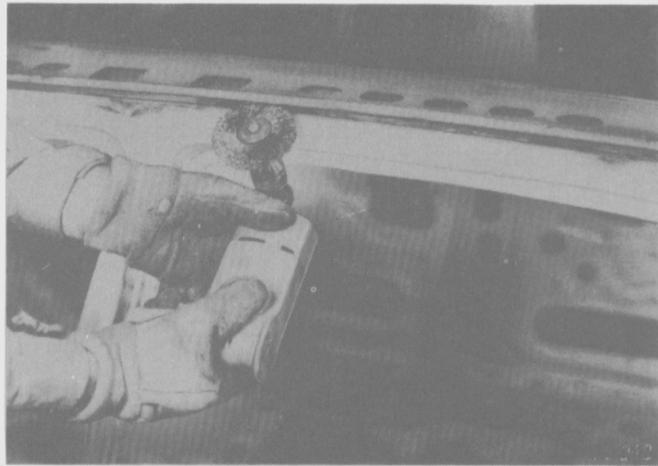

Fig. 49
- Limpiar la pintura quemada por debajo de los goteros (Fig. 49).